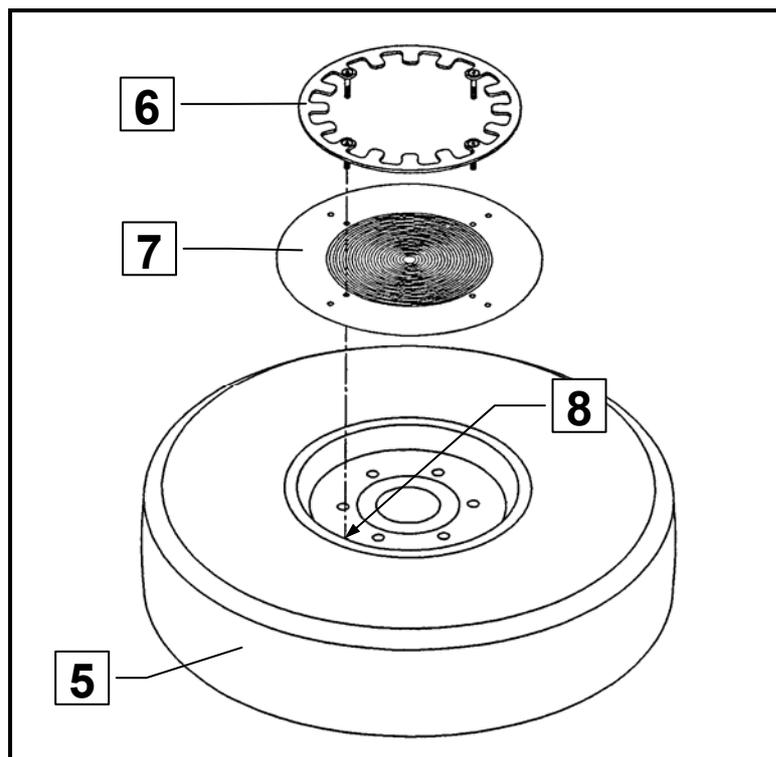

Рис. 4
- Сначала ходовое колесо (5), на котором должно крепиться зубчатое кольцо (6), надо демонтировать (рис.4).
- Изготовить сверлильный кондуктор - шаблон (7) с четырьмя отверстиями, соответствующими размещению болтов крепления зубчатого кольца (6), и отцентрировать кольцо с помощью окружностей на сверлильном шаблоне, на ободе, отверстию ступицы или на других окружностях колеса (рис.4).
- Затем необходимо разметить, накернить отверстия (8) и просверлить их сверлом диаметром 10,5 мм (рис.4).